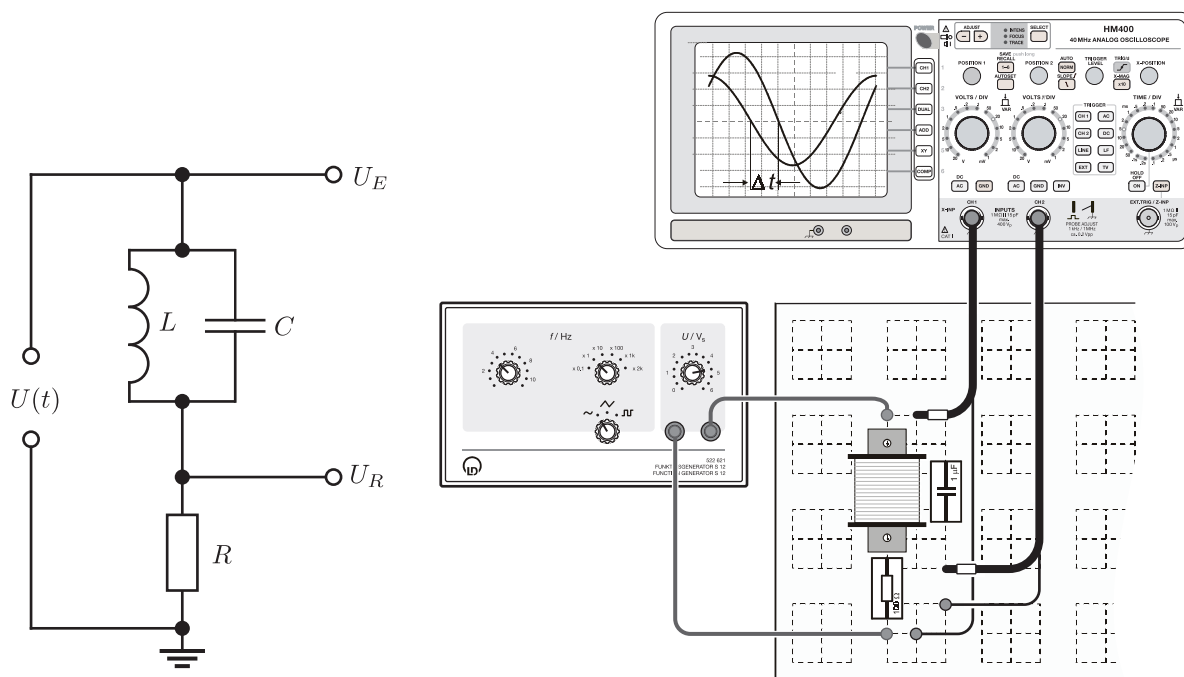

Рис.2. Экспериментальная установка для изучения параллельного колебательного контура .
При параллельном соединении для сдвига фаз φ применимо следующее (см. рис. 2):
- Соберите электрическую цепь согласно рис. 2. Используйте конденсатор емкостью $C = 1$ мкФ, катушку с $N = 500$ витков и резистор $R = 100$ Ом.